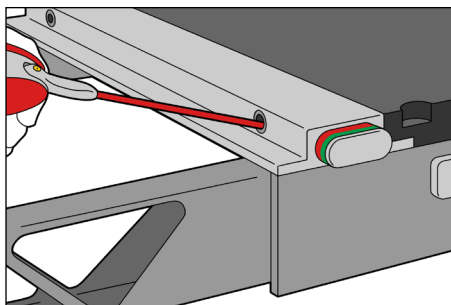

Fig. 4
4. Rocíe con lubricante los orificios receptores. (Fig. 4)
6. Rocíe con lubricante de nuevo los orificios receptores. (Fig. 4)